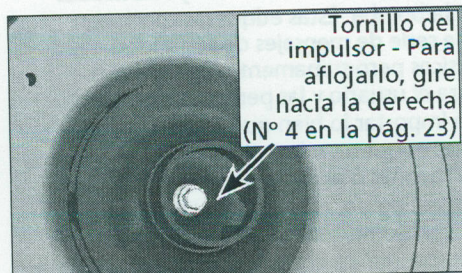

Figura 5
8. Quite los tornillos del centro del impulsor. Las roscas son inversas. Gire hacia la derecha para aflojar el tornillo (vea Figura 5).